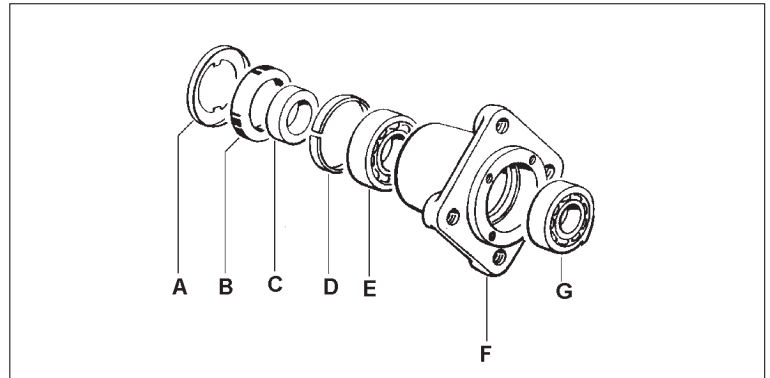

Fig. 13 - Éléments constitutifs du moyeu de roue.
- A l'aide de l'extracteur approprié, déposer le roulement à billes avant **G** (Fig. 13).
- En faisant levier, sortir la bague d'étanchéité **A**, puis par l'intermédiaire d'un extracteur déposer le roulement à billes arrière **E** (Fig. 13).